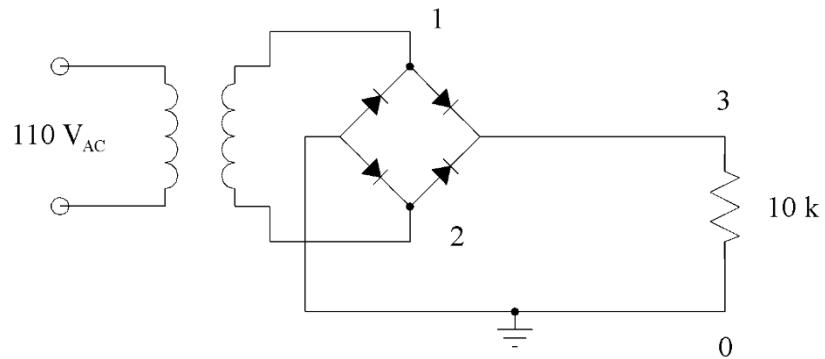

Figura 4: Circuito retificador de onda completa.
Monte o retificador de onda completa que é mostrado na Figura 4. Novamente, substitua o transformador na entrada pelo gerador de sinais, usando uma saída senoidal,  $10 V_{pp}$ ,  $V_{offset} = 0V$ , 60 Hz.
**3.2.4** Com o objetivo de montar uma fonte de tensão DC não regulada, inclua um capacitor eletrolítico de 100  $\mu\text{F}$  entre os nós 3 e 0 da Figura 4. OBS: Fique atento à correta polaridade do capacitor eletrolítico. Imprima a forma de onda do nó 3. Para vizualizar o Ripple (oscilação residual) use acoplamento AC e aumente a escala de tensão.